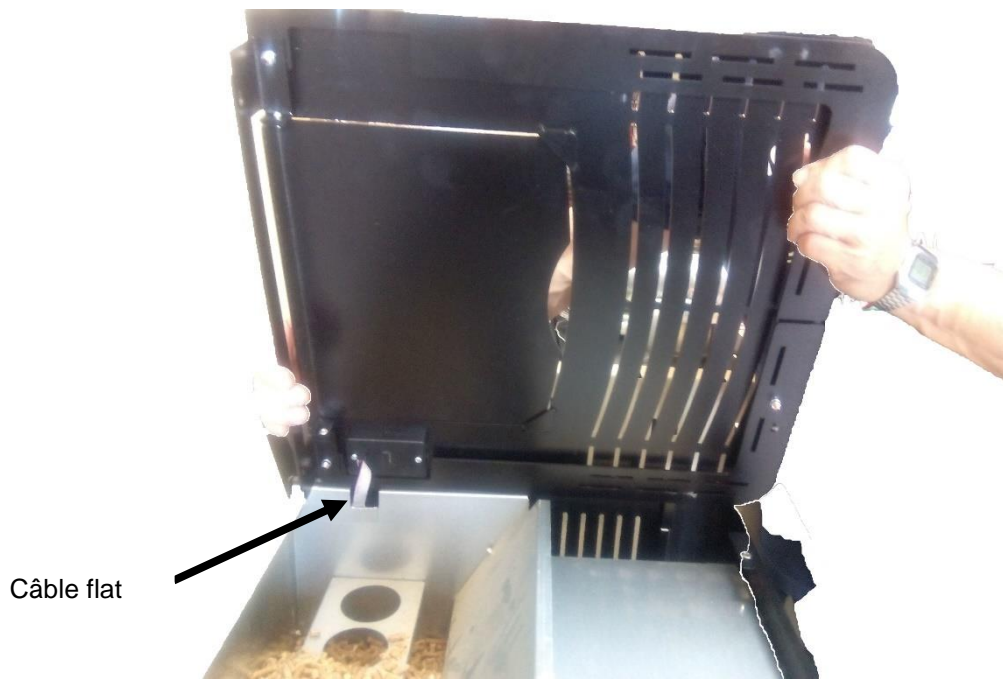

Figure 7.5
2) Retirez avec soin le top en l'inclinant d'un côté car le câble plat de l'écran est connecté et pourrait casser (voir **Figure 7.5**).